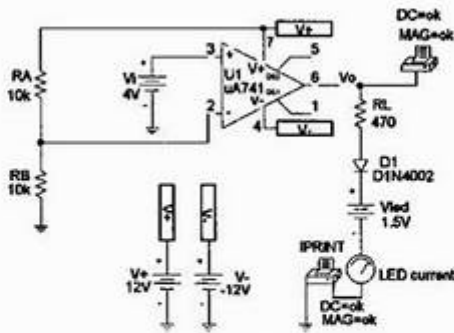
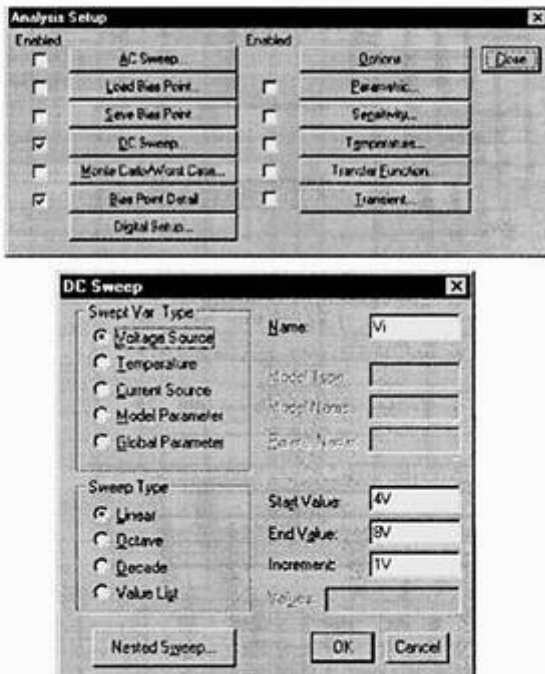

Figura 16.32 Circuito comparador utilizado para acionar um LED.
Figura 16.33 Analysis Setup para uma varredura cc do circuito da Figura 16.32.
Utilizando o Design Center, desenhe o circuito de um comparador com uma saída que acione um indicador LED, como mostra a Figura 16.32. Para visualizar a amplitude da tensão de saída cc, coloque um componente VPRINT1 em V_o com DC e MAG selecionados. Para visualizar a corrente cc no LED, coloque um componente
IPRINT em série com o medidor de corrente do LED, como mostra a Figura 16.32. **Analysis Setup** oferece uma varredura cc (de sweep), como mostra a Figura 16.33. O **DC Sweep** é ajustado, como mostrado, para V_i de 4 V a 8 V em passos de 1 V. Após a simulação, alguns dos resultados de saída obtidos são mostrados na Figura 16.34.
O circuito da Figura 16.32 mostra um divisor de tensão que fornece 6 V para a entrada negativa, de maneira que qualquer entrada (V_i) abaixo de 6 V resulta na saída de tensão de saturação negativa (aproximadamente -10 V). Qualquer entrada acima de $+6$ V faz com que a saída atinja o nível positivo de saturação (cerca de $+10$ V). O LED será *ligado* (on) então por qualquer entrada acima de $+6$ V e será deixado *desligado* (off) por uma entrada abaixo de $+6$ V. A listagem da Figura 16.34 mostra uma tabela da tensão de saída e uma tabela da corrente do LED para entradas de 4 V a 8 V. A tabela mostra que a corrente do LED é de cerca de 0 para entradas de até $+6$ V e que uma corrente de cerca de 20 mA acende o LED para entradas de $+6$ V ou superiores.
- *26. Utilize o Design Center para desenhar um circuito esquemático, como o da Figura 16.32, usando um LM111 com $V_i = 5 \text{ V rms}$ aplicados à entrada negativa (-) e +5 V rms aplicados à entrada positiva (+). Utilize o Probe para visualizar a saída de onda resultante.